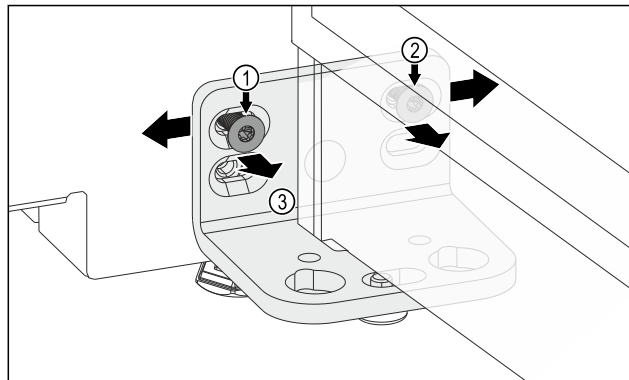

Fig. 13
- ▶ Oldja ki a csavart Fig. 13 (1) és a csavart Fig. 13 (2). A csavarhoz Fig. 13 (2) rövidebb derékszögű csavarhúzóra lesz szüksége.
- ▶ Balra tolja el az ajtót a zsanérral Fig. 13 (3).
- ▶ Jobbra tolja el az ajtót a zsanérral Fig. 13 (3).
- ▶ Elérte az ajtó véghelyzetét: húzza meg a csavart Fig. 13 (1) és a csavart Fig. 13 (2).